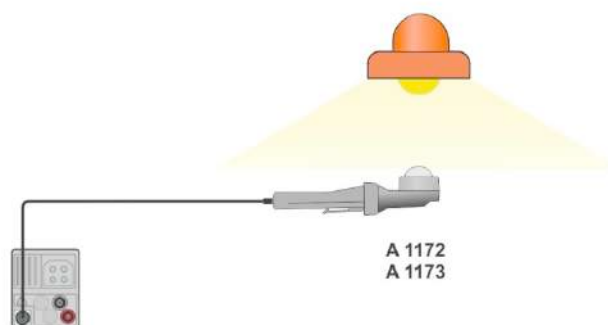

Рисунок 7.78: Расположение датчика.
- › Расположите люксметр, как показано на **Рисунок 7.78: Расположение датчика**. Убедитесь, что датчик люксметра включен.